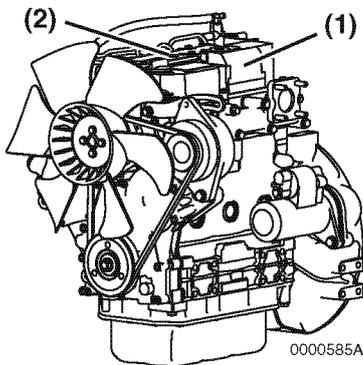

Abbildung 4
Abbildung 4 zeigt die Lage der Schilder zu Vorschriften und Sicherheit bei Yanmar Motoren der TNV-Serie mit indirekter Einspritzung.
Es wird die typische Lage des Schildes mit den Abgaswerten gezeigt (**Abbildung 4, (1)**).
Es wird die typische Lage des Typenschildes gezeigt (**Abbildung 4, (2)**).